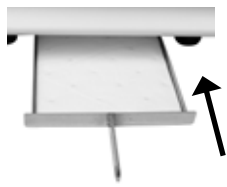

FIG. 2
5. Placez une doublure pour le bac de récupération d'huile dans le bac, puis insérez le bac tout le long de l'avant de l'unité (figure 2).